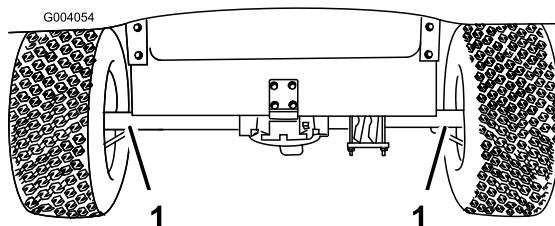
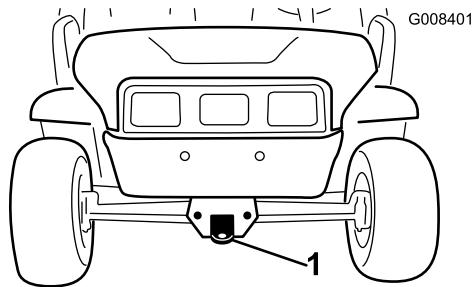

図 21
図 22
長距離を運ぶ場合にはトレーラを使用してください。必ず確実に固定して輸送してください。ロープ掛けのポイントについては図 21 と 図 22 を参照してください。
- 前フレームのトングにロープなどの牽引索を取り付ける（図 22）。